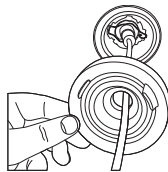

Рис. 5
- Разместите прокладку на лампе LED4 должным образом, как показано на рис. 5.